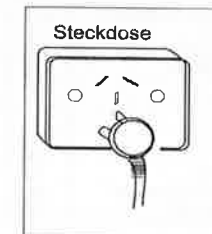

Fig.2
2. Zu Ihrer Sicherheit: Das Gerät ist durch das Anschlusskabel geerdet (siehe Fig.2) Kontaktieren Sie einen konzessionierten Fachbetrieb wenn Sie das Kabel ersetzen wollen.